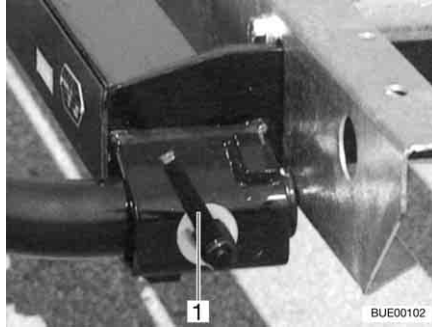

Bild 7 Schnellverschluss
- Träger links und rechts in die Aufnahmen am Rahmen stecken und mit je einem Schnellverschluss (Bild 7,1) sichern.
- Schnellverschluss (Bild 7,1) lösen und Träger aus den Aufnahmen am Rahmen herausziehen.